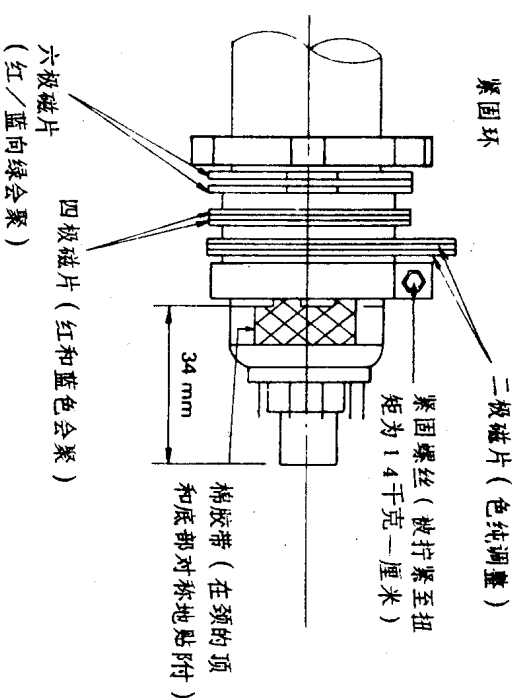

图7 静态磁片
3. 首先, 检查一下各调整用磁片的位置是否如图7、8所示。